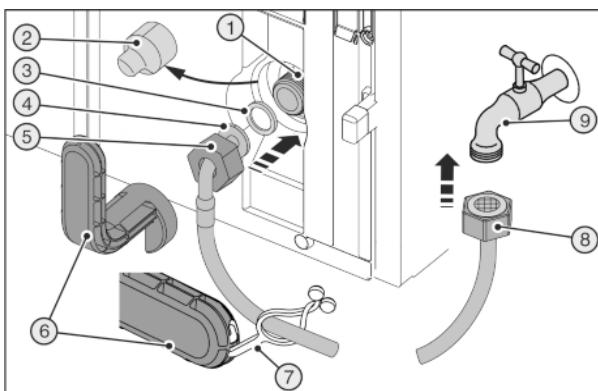

Fig. 45
Зламаний допоміжний інструмент *Fig. 45 (6)*!
- Допоміжний інструмент *Fig. 45 (6)* використовувати тільки при кімнатній температурі.
- Зніміть кришку *Fig. 45 (2)*.
- Полегшений монтаж: Викласти прямий кінець шлангу *Fig. 45 (8)* ліворуч на землю.
- Насуньте гайку *Fig. 45 (5)* до кінця через кінець шлангу, розташований під кутом *Fig. 45 (4)* та утримуйте.
- Зволожити прокладку *Fig. 45 (3)* та втиснути в гайку *Fig. 45 (5)*.
- Прокладка *Fig. 45 (3)* прилягає та трохи тримається.
- Затягувати гайку *Fig. 46 (1)* за допомогою допоміжного інструменту *Fig. 45 (6)* за годинниковою стрілкою, доки не буде досягнуто максимального моменту затяжки і допоміжний інструмент *Fig. 45 (6)* не почне прокручуватися.
- Накрутити гайку *Fig. 45 (8)* на запірний кран *Fig. 45 (9)*.
- Затягувати гайку *Fig. 45 (8)* за допомогою допоміжного інструменту *Fig. 45 (6)* за годинниковою стрілкою, доки не буде досягнуто максимального моменту затяжки і допоміжний інструмент *Fig. 45 (6)* не почне прокручуватися.
- Відкрийте запірний кран *Fig. 45 (9)* подачі води та перевірте всю систему подачі води на герметичність.
- Причепіть накладку *Fig. 45 (7)* в допоміжний інструмент *Fig. 45 (6)* і для зберігання закріпіть на шлангу із високоякісної сталі.